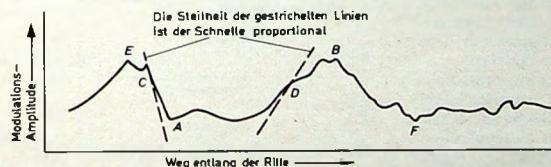

Bild 2. Längsschnitt durch eine Rillenflanke
► Der Abtaster muß in der Lage sein, allen auch noch so großen Amplituden zu folgen, das heißt, die Aufhängung des Nadelträgers muß einen entsprechend großen horizontalen und vertikalen Schwenkwinkel zulassen und muß außerdem so nachgiebig sein, daß diese Amplituden erreicht werden, ohne daß die Auflagekraft sehr hoch gewählt werden muß. Besonders große Amplituden sind zum Beispiel in einer Rillenflanke nach Bild 2 bei A und B vorhanden.
► Der Abtaster muß in der Lage sein, sich mit den maximalen durch die Modulation verursachten Geschwindigkeiten zu bewegen. Diese Geschwindigkeiten entsprechen den Steilheiten der Amplitudenkurve, die zum Beispiel in den Punkten C und D im Bild 2 groß sind.
stark ändert, wie zum Beispiel bei E und F im Bild 2.